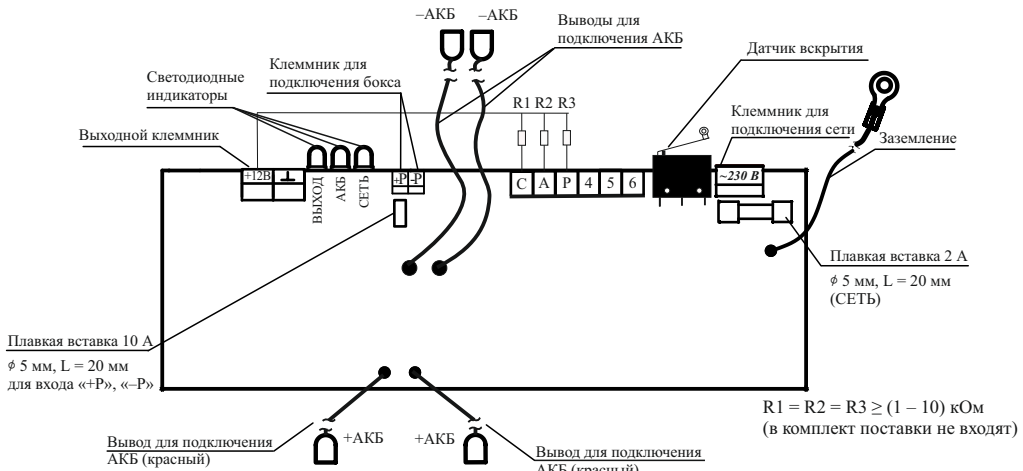

Рисунок 1
При закрытии крышки источника питания срабатывает концевой выключатель, который производит изменение состояния на клеммах «4», «5» и «6» (рисунок 1). При нажатии рычага концевого выключателя контакты «4» и «5» замкнуты, а «4» и «6» разомкнуты. При открытой крышке контакты «4» и «5» разомкнуты, а «4» и «6» замкнуты.
- Подключение источника (рисунок 1) производить в следующей последовательности: